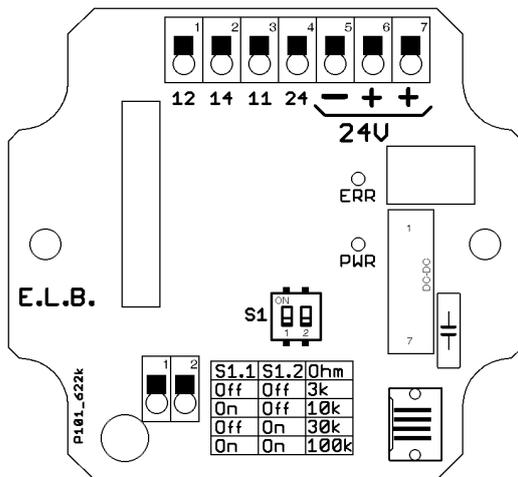

Fig.: 10
**ET – 470.. Versione a 1 canale (Fig. 10):**